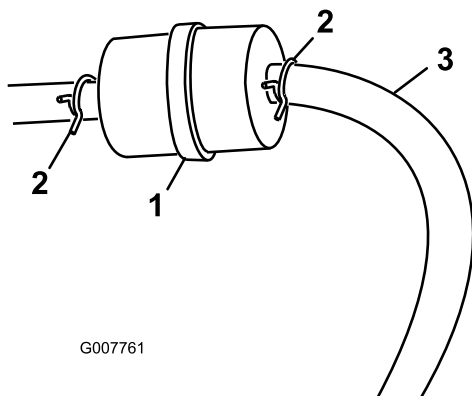

Figura 27
3. Premete le estremità delle fascette stringitubo ed allontanatele dal filtro (Figura 27).
5. Montate un nuovo filtro ed avvicinate le fascette stringitubo al filtro (Figura 27).
3. Allentate la fascetta stringitubo e spostatela in alto sul tubo del carburante, lontano dal filtro del carburante (Figura 27).
4. Scollegate il tubo del carburante dal filtro del carburante (Figura 27).
Nota: Lasciate spurgare il carburante in un contenitore o una bacinella di spurgo (Figura 27).
5. Collegate il tubo del carburante al filtro del carburante. Infilate la fascetta vicino al filtro del carburante, per fissare il tubo del carburante (Figura 27).